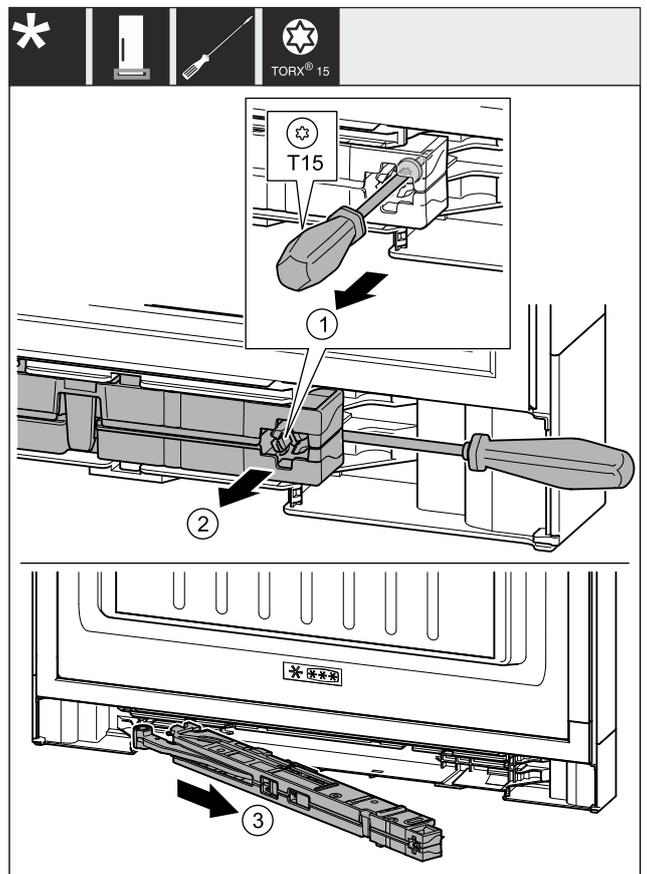

Fig. 8
► Schraube an Schließdämpfereinheit mit Schraubendreher T15 ca. 14 mm lösen. *Fig. 8 (1)*
► Mit Schraubendreher griffseitig hinter Schließdämpfereinheit fahren. Einheit nach vorn drehen. *Fig. 8 (2)*
► Einheit herausziehen. *Fig. 8 (3)*